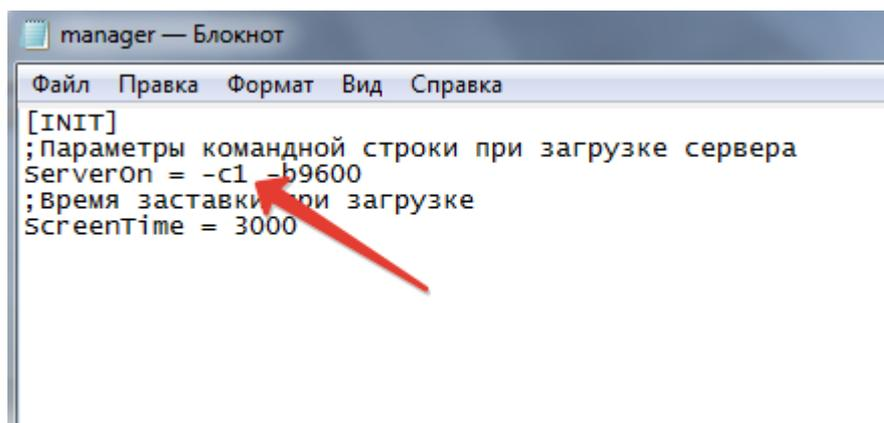

Рис.2.2 – Файл *manager.ini*
2.4.1 Откройте папку *PulseCnt*. Найдите и откройте в блокноте файл *manager.ini*. Измените цифру, которая стоит рядом с буквой *c*, на номер COM-порта (Рис.2.2) (См. п.2.5).